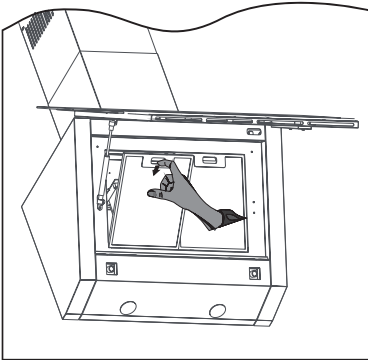

Abb. 9: Metallfettfilter entnehmen, bzw. einsetzen
- Griffleiste des Metallfettfilters nach unten drücken (⇒ Abb. 9).
- Zum Wiedereinsetzen den trockenen Metallfettfilter unten mit den Laschen einsetzen, Griffleiste drücken, Filter nach hinten in den Rahmen einsetzen und Griffleiste loslassen, damit der Filter in den Rahmen einrastet (⇒ Abb. 9).
Um die Aktivkohlefilter einzusetzen, muss zuerst der Metallfettfilter entfernt werden (\Leftrightarrow Abb.9 + 10).